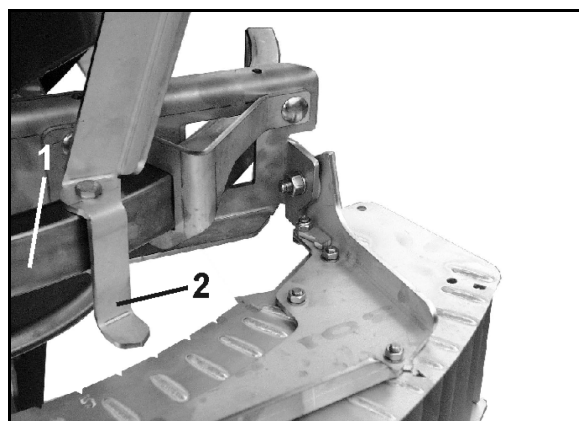

Fig. 78
2. Déplacez le déflecteur sur l'étrier de guidage (Fig. 78/1) jusqu'à ce que le repère (Fig. 78/2) soit sur la valeur de réglage indiquée dans le tableau d'épandage (Fig. 76).